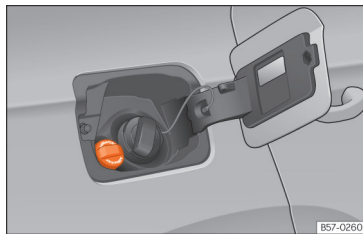

Fig. 211 Tampa do bocal de enchimento do reservatório de AdBlue®.
- Abrir a tampa do depósito »» Fig. 211.
- Gire o tampão de fecho do bocal de enchimento de SCR para a esquerda »» Fig. 211.